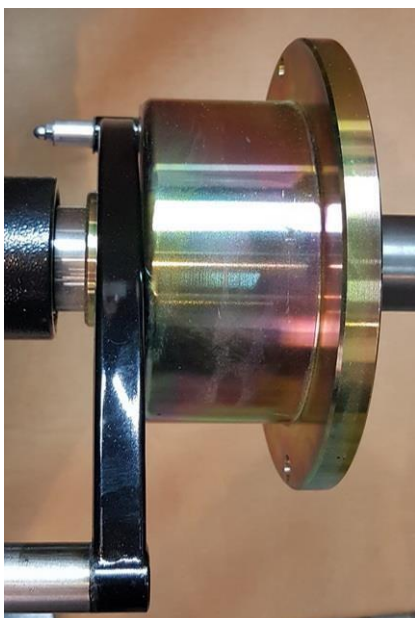

Рис. 19.1.
19.1.1. Калибровка тракта измерения дистанции. Для оценки погрешности устройства ввода дистанции выдвиньте штангу ввода параметров и уприте внешнюю боковую сторону её рукоятки в задний торец фланца вала, как показано на (рис. 19.1). При этом на экране ввода геометрических параметров (см. рис.10.2) появится величина дистанции. Если величина дистанции не равна 135 ± 5 мм, то устройство ввода дистанции требует калибровки.
показано на (рис. 19.1) и нажмите кнопку «ENTER». В окне КАЛИБРОВКА ДИСТАНЦИИ выделится второй пункт: «2. Вставьте ручку дистанции в нижнее отверстие, нажмите кнопку «ENTER»